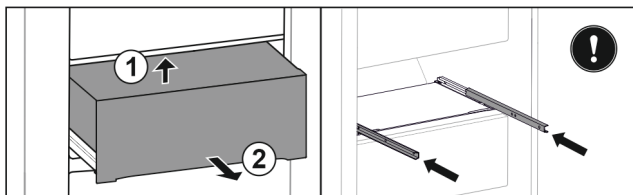

Fig. 133
- ▶ Nadzvedněte zásuvku zezdola vzadu. Fig. 133 (1)
- ▶ Vyjměte zásuvku dopředu. Fig. 133 (2)